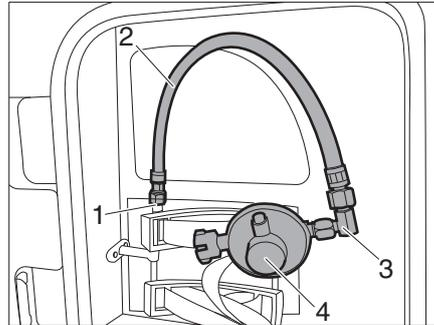

Bild 65 Gasschlauch mit Gasdruckregler
- Winkelstück (Bild 65,3) an Gasschlauch (Bild 65,2) schrauben.
- Gasdruckregler (Bild 65,4) auf Winkelstück schrauben.
- Gasschlauch (Bild 65,2) mit Gasdruckregler an Stutzen (Bild 65,1) schrauben.